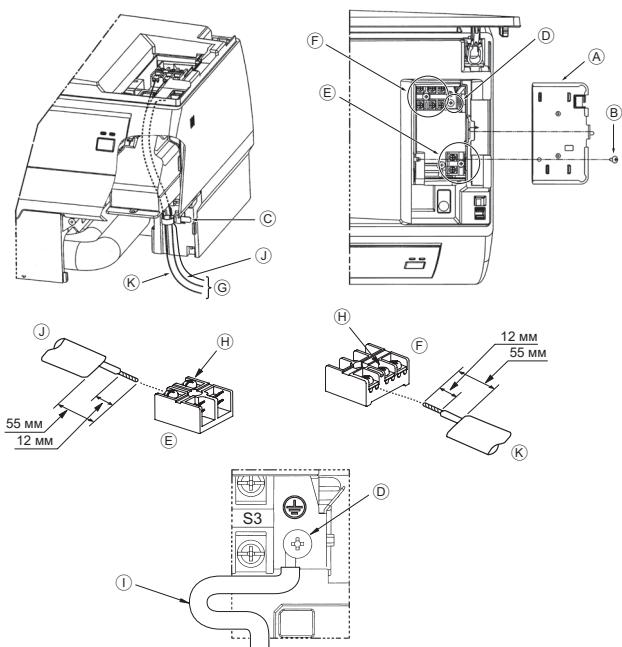

Fig. 6-1
6.1. Внутрішній блок (Fig. 6-1)